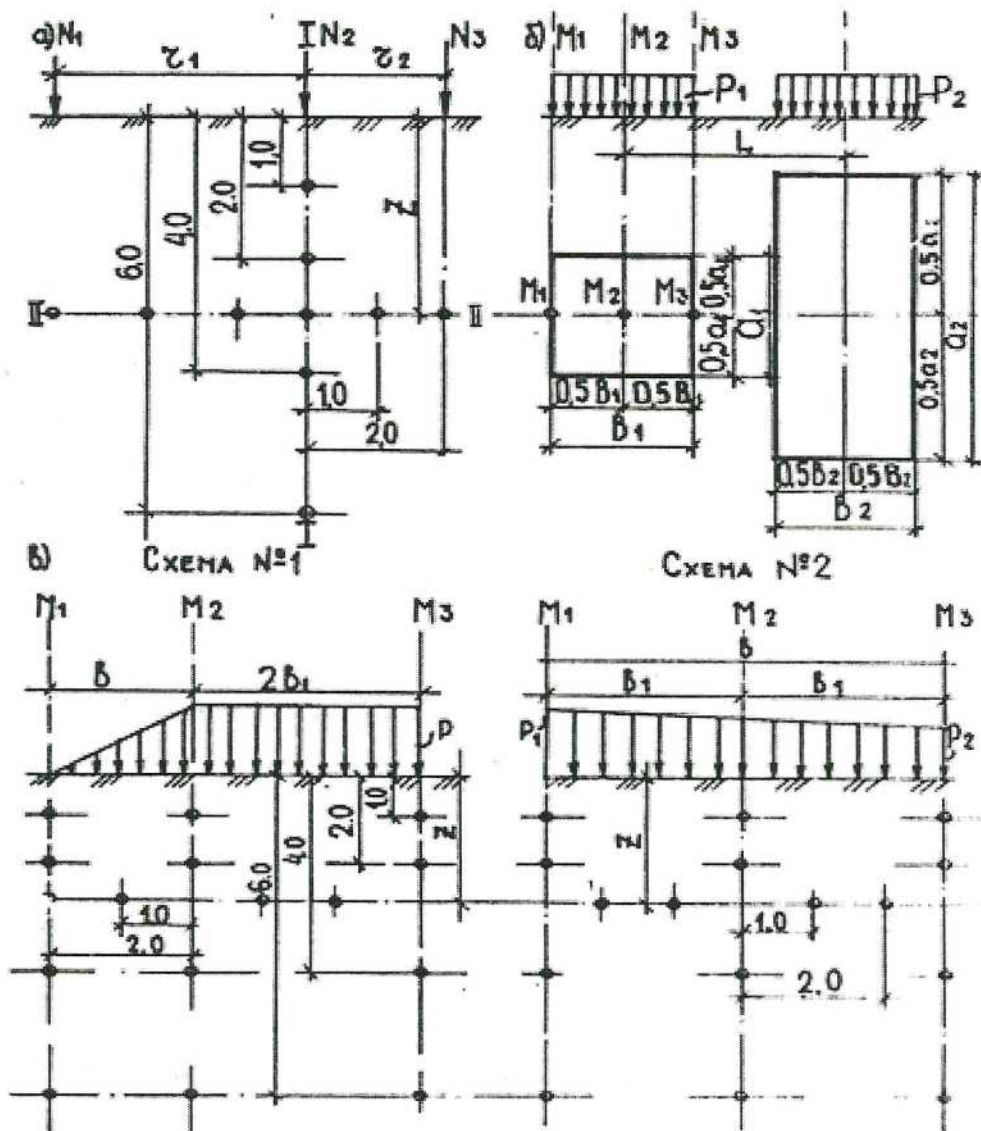

Рисунок 3.1. Расчетные схемы к задаче 2
Задача № 2. Для расчетных схем, приведенных на рис. 3.1, с выбранными по шифру из табл. 4, 5, 6 исходными данными, требуется определить величины вертикальных составляющих напряжений в массиве грунта и построить эпюры напряжений:
2.1 От совместного действия сосредоточенных сил в точках на вертикали, проходящей по оси действия силы N_2 и на горизонтали, расположенной в плоскости действия сил, на расстоянии Z от поверхности (рис. 3.1а, табл. 4).
2.3 От действия полосообразной нагрузки, изменяющейся по закону прямой, в точках на заданной вертикали и на горизонтали, расположенной на расстоянии Z от поверхности (рис. 3.1 в, табл. 6).
1. Точки на вертикали расположить на расстояниях 1, 2, 4, 6 м от поверхности массива грунта. Точки на горизонтали расположить вправо и влево на расстояниях 1 и 2 м от оси действия силы N_2 (рис. 3.1а), от расчетной вертикали M_2 (рис. 3.1 в);